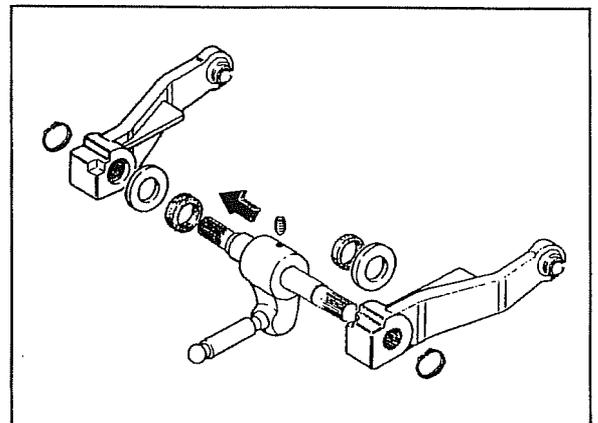

Abb. 33
- Die Baugruppe auf den Kopf stellen, dann die Welle von der Seite herausziehen, auf der sie den größeren Durchmesser aufweist, d.h. von rechts nach links im Sinne der Fahrtrichtung (in der Richtung des Pfeils von Abbildung 33).
- Die Abb. 33 zeigt die Baugruppe Pleuel, Welle und untere Lenker des Krafthebers im Detail.